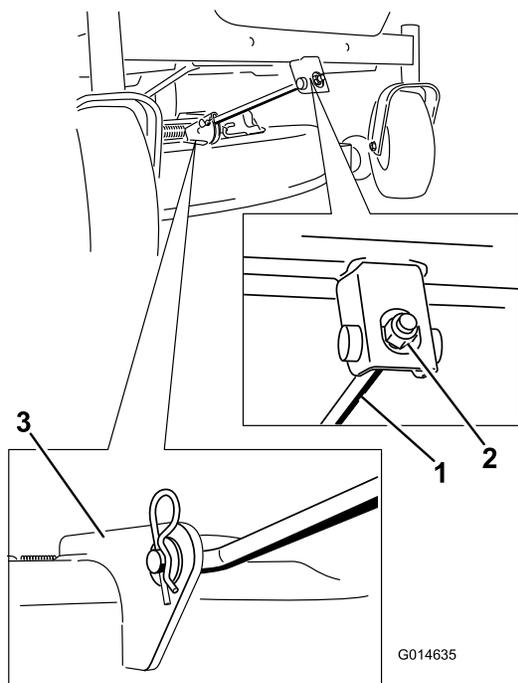

Figura 63
5. Remova o contrapino do gancho da barra de suporte da frente e remova a barra do suporte da plataforma (Figura 63).
6. Coloque a barra de suporte frontal na plataforma do cortador com o pino de segurança e contrapino do gancho (Figura 63).